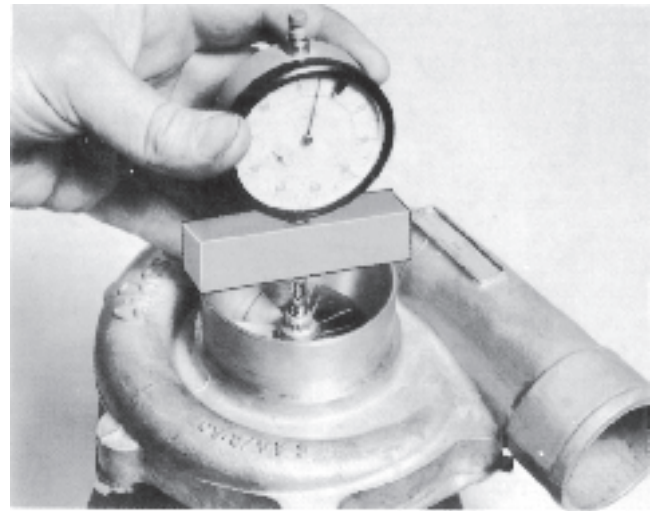

Fig. 157 Mesure du jeu axial
1. Placer un comparateur à cadran avec un pied de 8 mm dans le support comme le montre la fig. 157. Serrez l'indicateur à cadran.